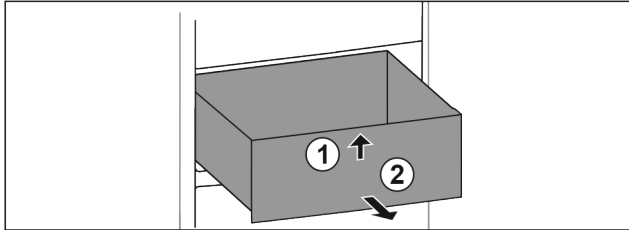

Fig. 18
- ▶ Schubfach vorne anheben. Fig. 18 (1)
- ▶ Schubfach nach vorne entnehmen. Fig. 18 (2)